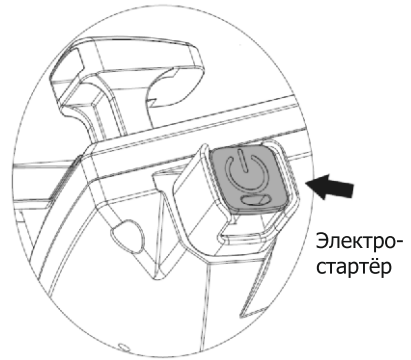

Рис. 19
- Если газонокосилка оснащена функцией электрического стартера, то нажмите на кнопку, двигатель запустится (рис. 19).